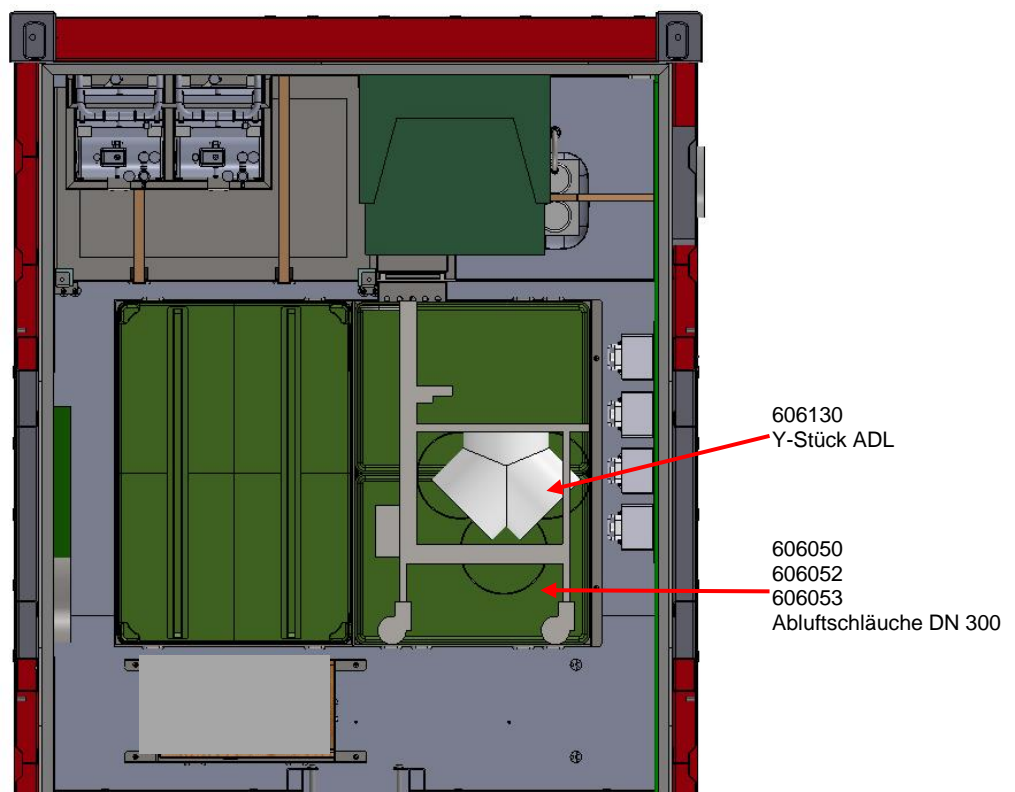

Abb. 21: Abluftschläuche DN 300 und Y-Stück ADL eingepackt.
- ◆ Packen Sie die 3 Abluftschläuche und darauf das Y-Stück ADL in den Transferwagen MF/3 (siehe Abb. 21:).